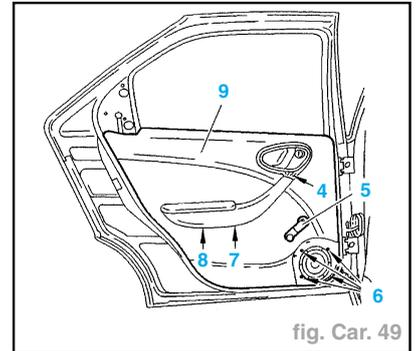
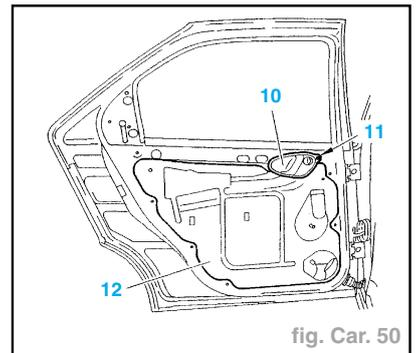
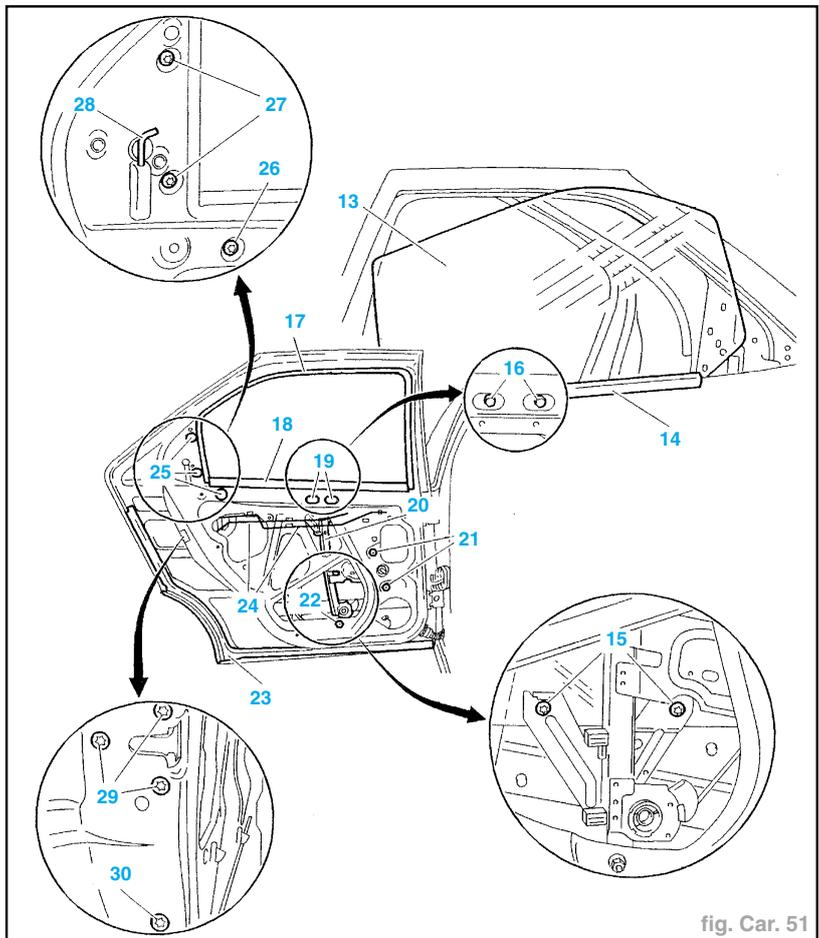

fig. Car. 49
fig. Car. 50
fig. Car. 51
- Déposer (fig. Car. 49) :
- le haut parleur (vis (6)) (suivant équipement),
- la manivelle de lève-vitre (5),
- le panneau garni (9) (vis (4) (7) et (8)).
- Déposer (fig. Car. 50) :
- la commande intérieure d'ouverture (10) (vis (11)),
- Déposer (fig. Car. 51) :
- le lèche-vitre intérieur (18),
- le lèche-vitre extérieur (14),
- la coulisse de vitre (17),
- le joint anti-salissure (23),
- l'enjoliveur extérieur de gousset (bouchon (25) vis (27)),
- la vitre (13) descendre la vitre pour déposer les fixations (15),
- le lève-vitre (20) (bouchon (19) vis (16) (21) et (22)),
- le guide coulisse (bouchon (25) vis (26) et (30)),
- la serrure (vis (29) et sa tringlerie (24) et (28)).